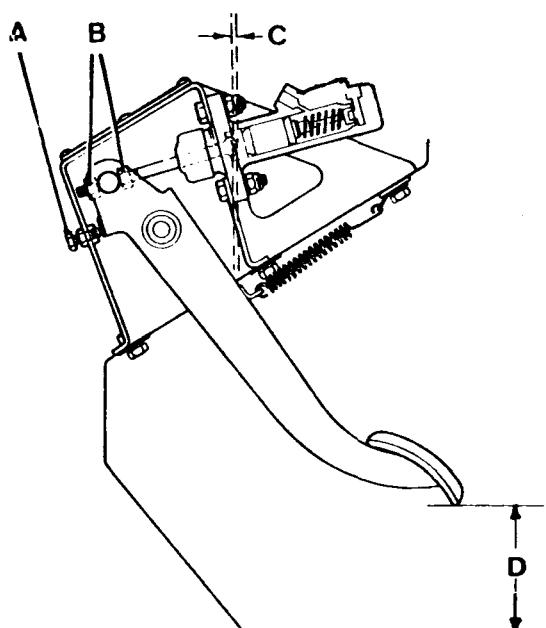

Fig. B-7 Ajuste del pedal y varilla del cilindro principal
- 3.1. Una vez aflojadas las contratuerzas (Fig. B-7) de la varilla de empuje del cilindro se comprobará si la separación entre la parte inferior del pedal y el piso - de la cabina es de 140 mm. En caso necesario, el ajuste se hará por medio del topo correspondiente.